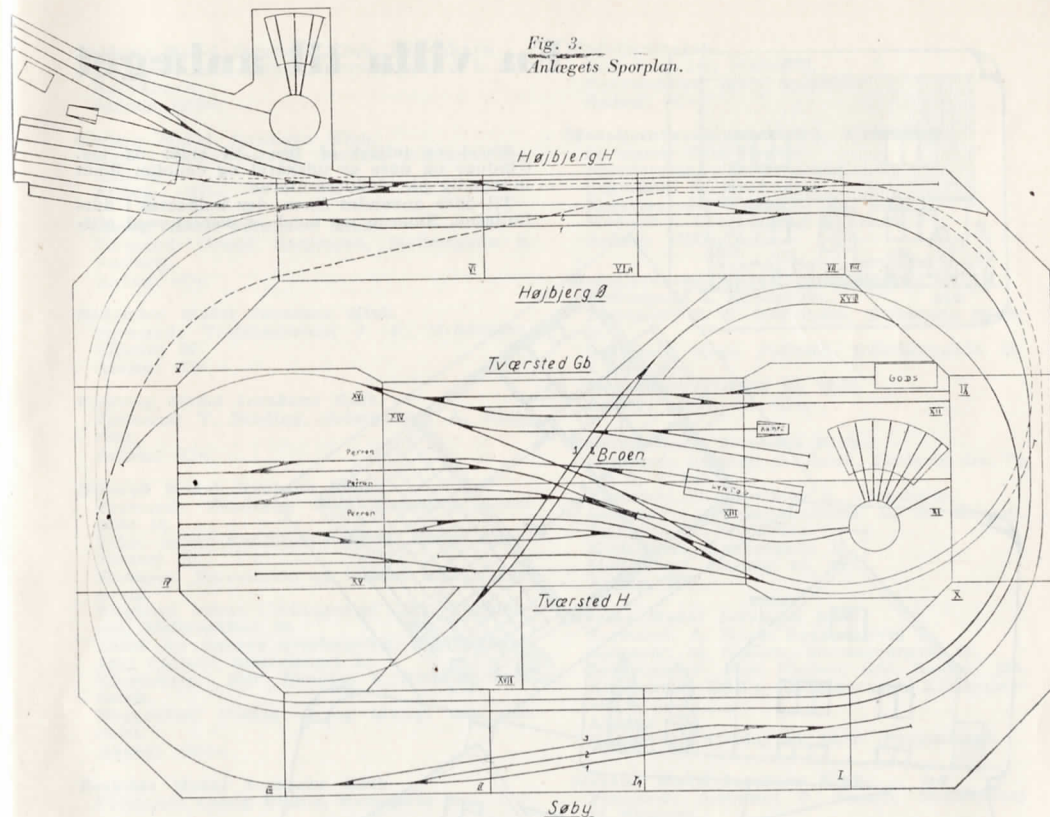

Fig. 3.
2. byggeskridt består i tilskæring af U-profilerne til undervognen og sammenlodningen af disse. Først tilskæres 2 pufferplanker af et U-profil, hvori man borer huller for puffer og tilfiler hul til kobling. Pufferne skrues, loddes eller nittes fast. 2 længdedragere af samme eller et lidt mindre U-profil tilskæres og loddes sammen med pufferplankerne. Før at holde de enkelte dele i rigtig indbyrdes stilling under lodningen fremstiller vi et hjælpeværktøj efter fig. 3. Bredden af det 3 mm tykke krydsfiner retter sig efter de benyttede hjulsæt (Märklin, andre industrihjulsæt eller modelhjulsæt). Pufferplanke med puffer anbringes på pufferne nedad i hjælpeklodsens (fig. 4). Den har to pufferhuller af rette størrelse og i rette afstand. Længdeprofilerne opsprændes i hjælpeværk-
Fig. 3 viser anlægets nye sporplan. Til begrundelse for jernbanens placering i Lykkeland ligger følgende kendsgerninger: Tværsted er Lykkelands hovedstad og ligger midt i landet. Højbjerg H er en større havneby, hvorfra al søværts trafik til og fra hovedstaden foregår.